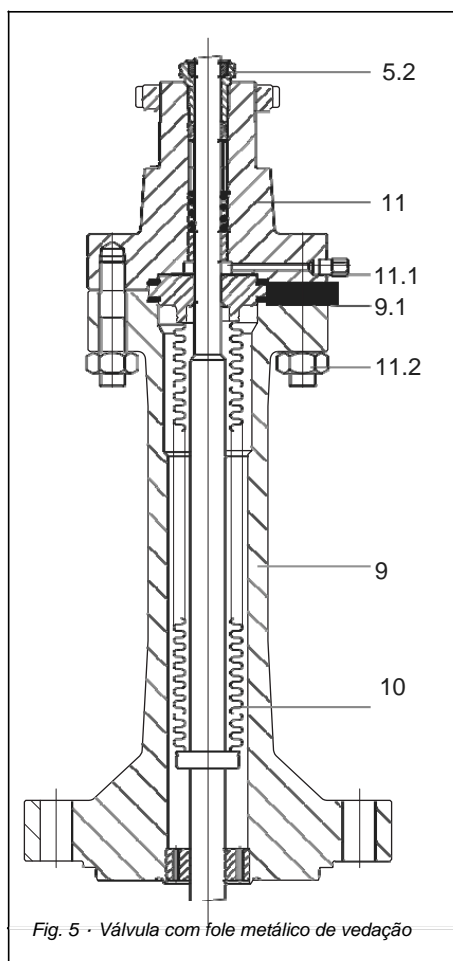

Fig. 5 - Válvula com fole metálico de vedação
As versões com fole metálico de vedação (Fig. 5) estão equipadas com uma toma de teste (11.1) na flange superior. Isto permite verificar a estanquidade do fole.
Legenda da Fig. 5
O fole metálico (10) só pode ser substituído na totalidade, em conjunto com a haste do obturador. Para o fazer, proceda conforme descrito na secção 5.1.2 (Fig. 5).